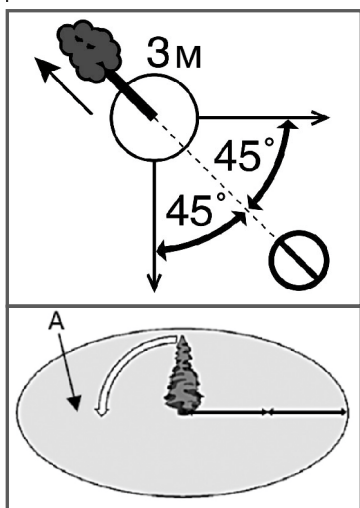

Рис. 10 Зона безопасности при валке дерева
4. Обязательно выберите путь отхода. Путь отхода должен быть направлен по диагонали в сторону, противоположную направлению падения, под углом 45 градусов, необходимо отойти минимум на 3 метра от ствола, на тот случай, если во время падения комель дерева отскочит в сторону. Зона безопасности (А) должна быть не менее 2½ высоты дерева (Рис. 10). Выберите направления падения дерева, для этого следует учесть силу и направление ветра, естественный наклон дерева, равномерность распределения веток в кроне дерева.